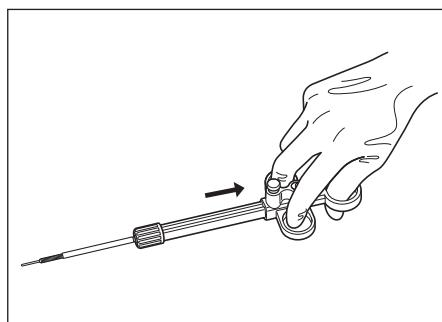

図 3.17
2. スライダを手前に引くと、操作ワイヤがシース内に引き込まれ、工業用処置具の異物回収部が閉じて異物を持ちます。(図3.17 参照)